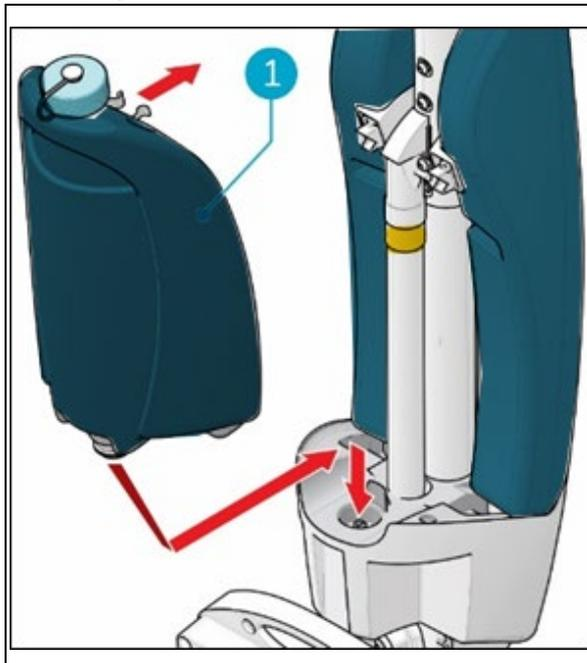

Figure 12
1. Placez le réservoir (Figure 12, pos 1) sur l'i-mop XL avec la valve en premier.